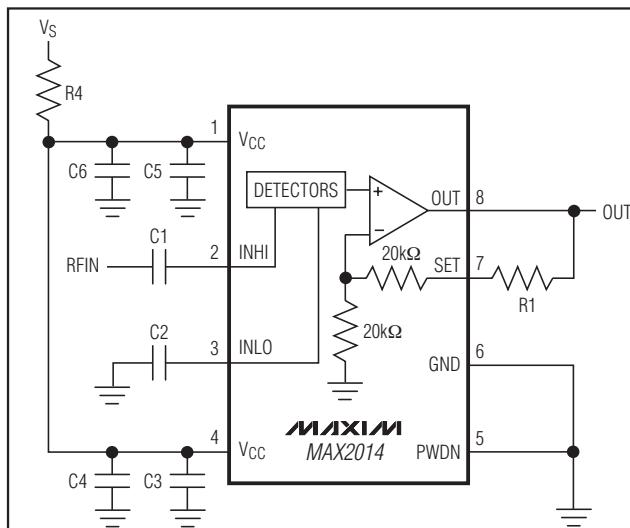

図1. 検出器モード(RSSI)標準動作回路
(MAX2014 Typical Application Circuit (Figure 1), $V_S = V_{CC} = 3.3V$, $P_{IN} = -10\text{dBm}$, $f_{IN} = 100\text{MHz}$, $R_1 = 0\Omega$, $R_4 = 0\Omega$, $R_L = 10k\Omega$, $V_{PWDN} = 0V$, $T_A = +25^\circ\text{C}$, unless otherwise noted.)
MAX2014の差動RF入力(INHI、INLO)によって、50MHz~1000MHzの広帯域信号を実現します。シングルエンド信号の場合は、INLOをグランドにAC結合してください。各RF入力は内部でバイアスされ、図1および2に示すように680pFのコンデンサでAC結合する必要があります。INHIとINLOの間にある50Ωの内蔵抵抗は、50MHz~1000MHzにおける良好なマッチングを提供します。
2.7V~3.6Vの電源電圧(V_S)の場合は、R4 = 0Ωに設定してください(標準動作回路の図1および2を参照)。
検出器モードでは、MAX2014は、入力パワーに比例して出力電圧を供給するRSSIのように動作します。これは、OUTからSETへのフィードバック経路を形成すると可能になります(R1 = 0Ω、図1参照)。